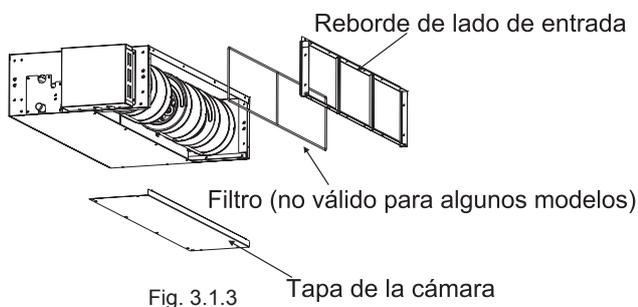

Fig. 3.1.3
- Extraiga la brida del lado de la entrada y luego quite la tapa de la cámara.Para direcciones, refiérase a la Imagen 3.1.3.